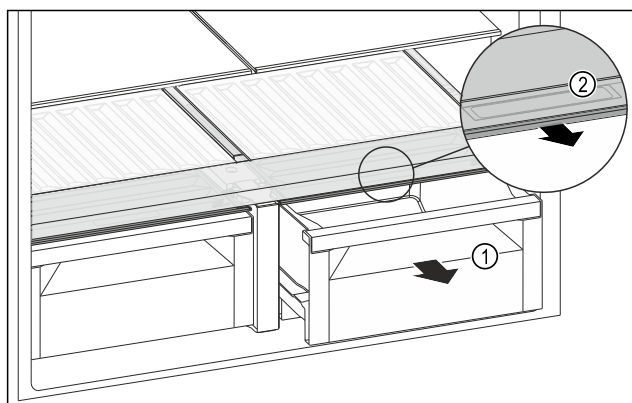

Fig. 140
- ▶ Витягніть висувний ящик Fig. 140 (1).
- ▶ Візьміться за потайну ручку Fig. 140 (2) на кришці відділення й одночасно потягніть кришку відділення вперед.